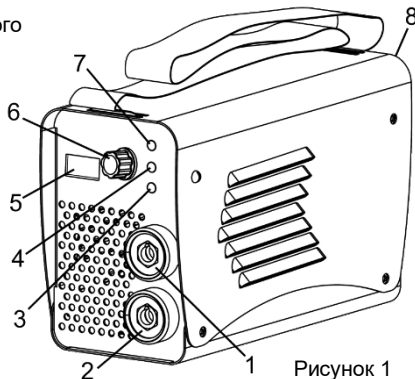

Рисунок 1
- Після увімкнення системи примусового охолодження апарату (стане чутним характерне гудіння), поворотом рукоятки регулятора зварювального струму (6, рисунок 1) встановіть необхідну величину струму.
УВАГА! У випадку автоматичного вимкнення виробу з причин спрацьовування системи темозахисту, спалахує індикатор (4, рисунок 1). В цьому випадку не вимикайте виріб, дайте йому можливість охолонути. Продовжити зварювальні роботи можна після згасання індикатора темозахисту через деякий час.